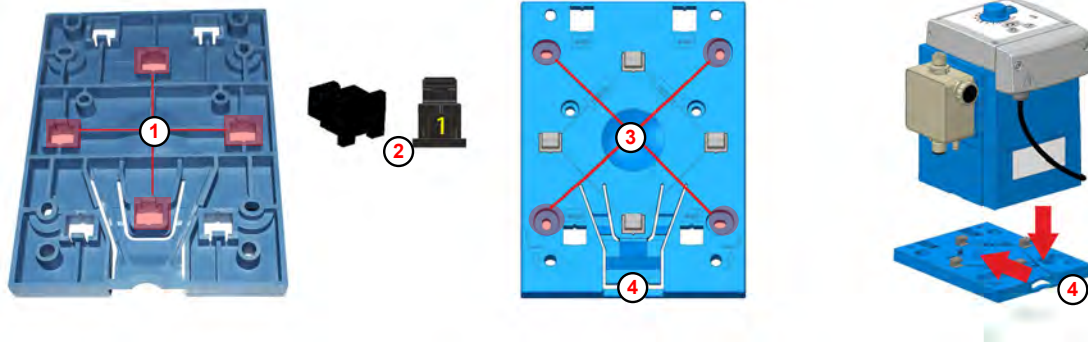

Fig. 4: Preparaciones para el montaje en mesa
En la parte inferior de la placa de montaje, las aberturas para el montaje en mesa ( Fig. 4 , ① ) están marcadas con el número 1.